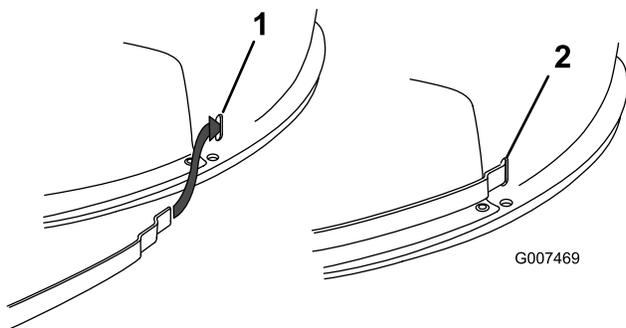

Bild 19
Hinweis: Nehmen Sie die Riemen nicht vom Mähergehäuse ab. Wenn ein Riemen nicht mehr am Gehäuse befestigt ist, setzen Sie ihn erneut ein, siehe (Bild 19).
16. Heben Sie das Heckfangsystem an und setzen Sie den Splint, die zwei Scheiben und den Lastösenbolzen ein, um das Auswurfrohr an der hinteren Platte zu befestigen (Bild 19).